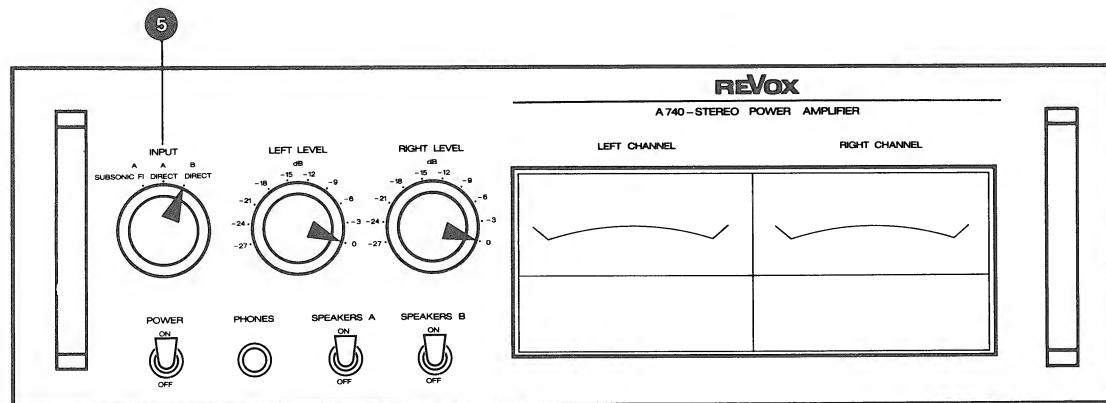

Fig. 5.2.-1
- Bedienungselemente nach Fig. 5.2.-1 einstellen.
- Adjust operating controls as per fig. 5.2.-1.
- Organes de commande selon la fig. 5.2.-1.
- Klirrfaktor-Messgerät an Ausgang RIGHT CHANNEL (17), NF-Generator an Eingang RIGHT CHANNEL (13) anschliessen.
- Connect distortion analyser to output RIGHT CHANNEL (17) and audio generator to input RIGHT CHANNEL (13).
- Distorsiomètre à la sortie RIGHT CHANNEL (17). Générateur à l'entrée RIGHT CHANNEL (13).
- Bedienungselemente nach Fig. 5.2.–1 einstellen.
- NF-Voltmeter an Ausgang LEFT CHANNEL (18) anschliessen.
- NF-Generator an Eingang LEFT CHANNEL (14) anschliessen.
- Adjust operating controls as per fig. 5.2.–1.
- Connect audio voltmeter to output LEFT CHANNEL (18).
- Connect audio generator to input LEFT CHANNEL (14).
- Organes de commande selon la fig. 5.2.–1.
- Voltmètre BF à la sortie LEFT CHANNEL (18).
- Générateur BF à l'entrée LEFT CHANNEL (14).